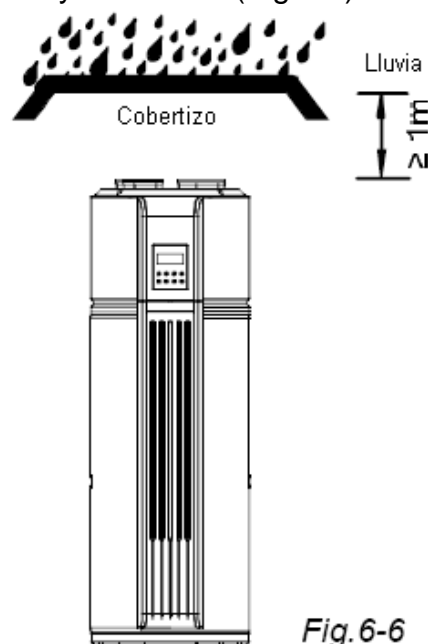

Fig.6-6
- En el caso de ubicar la unidad en el exterior, se deben adoptar medidas resistentes a la intemperie y a la lluvia. (Fig.6-6)